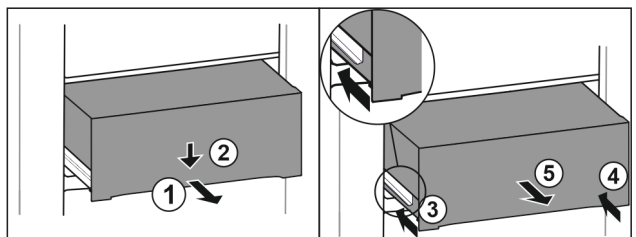

Fig. 97
- ▶ Estrarre il cassetto a metà. Fig. 97 (1)
- ▶ Premere il cassetto sul lato anteriore verso il basso. Fig. 97 (2)
- ▶ Spingere la guida sinistra di circa 2 cm verso l'interno. Fig. 97 (3)
- ▶ Spingere la guida destra di circa 2 cm verso l'interno. Fig. 97 (4)
- ▶ Rimuovere il cassetto tirandolo in avanti. Fig. 97 (5)